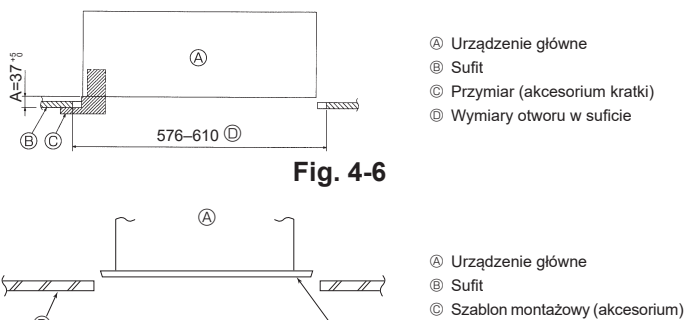

Fig. 4-6
- Jeśli urządzenia głównego nie można dopasować do otworu montażowego w suficie, można je wyregulować dzięki szczelinie znajdującej się na płycie montażowej (Fig. 4-6)